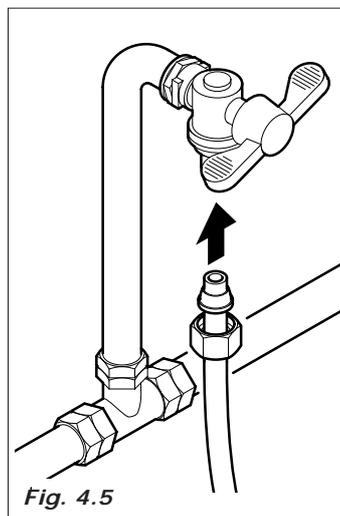

Fig. 4.5
- conecten el grifo al distribuidor, utilizando para ello un tubo en nylon apto para alimentos y que pueda soportar la presión de red. Si se utiliza un tubo flexible hay que montar en su interior el casquillo de refuerzo entregado con el equipo (Fig. 4.5).